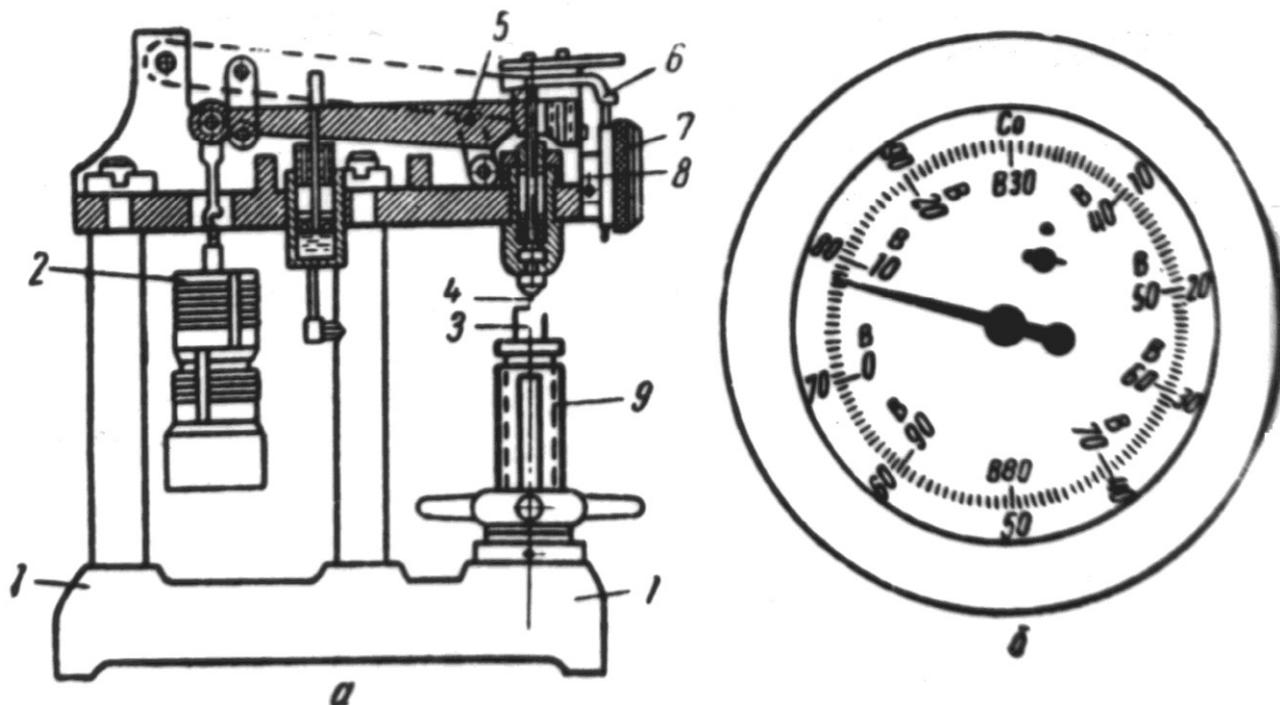

Рисунок 4. Измерение твердости по методу Роквелла:
- в) устанавливают образец на столик прибора (см. рис. 4);